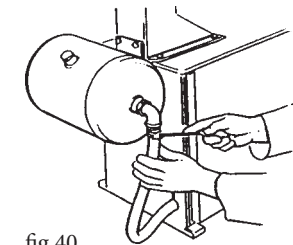

fig.40
- Inserire il tubo di gomma nel raccordo della bombola e stringere la fascia (fig.40)
- Connect the rubber hose to the cylinder connector and tighten the connector band (fig.40).
- Insérer le tuyau en caoutchouc dans le raccord de la bouteille et serrer la bande (fig. 40).
- den Gummischlauch in das Anschlußstück der Flasche schieben und den Sicherungsring anziehen (Abb. 40).
- Introduzca el tubo de goma en la unión de la bombona y apriete la abrazadera (fig. 40).